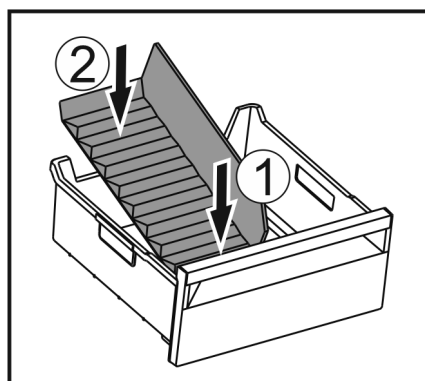

Fig. 164
► 装入冰格分隔器前部。 Fig. 164 (1)
► 将冰格分隔器后部放低至抽屉底板。 Fig. 164 (2)